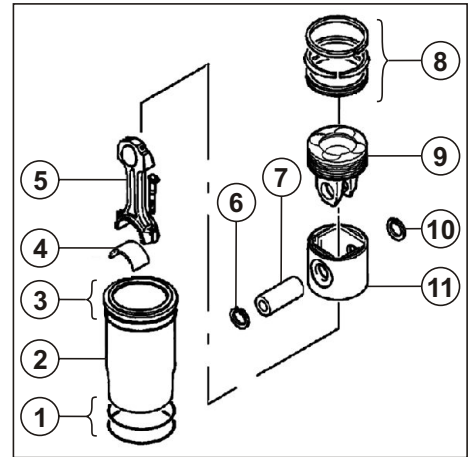

Рис. 42. Разборка кривошипно-шатунного механизма.
4.3.1. Разборка шатунно-поршневой группы. (см. Рис. 42)